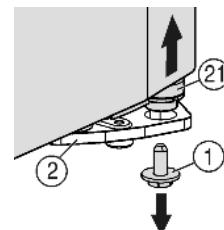
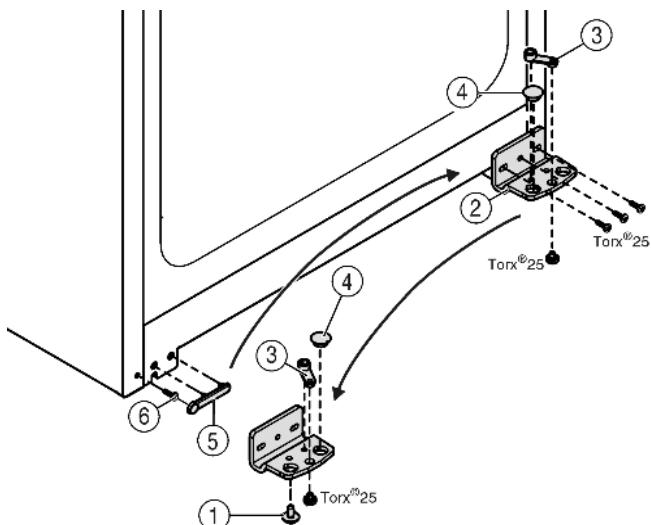

Fig. 4
Fig. 5
- Внизу справа на опорном кронштейне выкрутите фиксирующий винт Fig. 4 (1).
- Опорный палец Fig. 4 (21) можно извлечь из опорного кронштейна Fig. 5 (2).
- Если не удается извлечь опорный палец Fig. 4 (21), нажмите на него снизу.
- ▶ Открутите опорный кронштейн Fig. 5 (2).
- ▶ Открутите опорную деталь Fig. 5 (3) и, переставив в отверстие на противоположной стороне опорного кронштейна, снова прикрутите.
- ▶ Извлеките заглушку Fig. 5 (4) из опорного кронштейна и переставьте ее в отверстие на противоположной стороне опорного кронштейна.
- ▶ Осторожно снимите крышку со стороны ручки Fig. 5 (5).
- ▶ Выкрутите болт Fig. 5 (6) и вкрутите на противоположной стороне.
- ▶ Снова установите крышку Fig. 5 (5).
- ▶ Снова прикрутите опорный кронштейн Fig. 5 (2) на новой стороне шарнира (**с моментом 4 Нм**). При необходимости используйте аккумуляторный шуруповерт.
- ▶ Вкрутите фиксирующий винт Fig. 4 (1) внизу в опорный палец и затяните (**с моментом 4 Нм**).